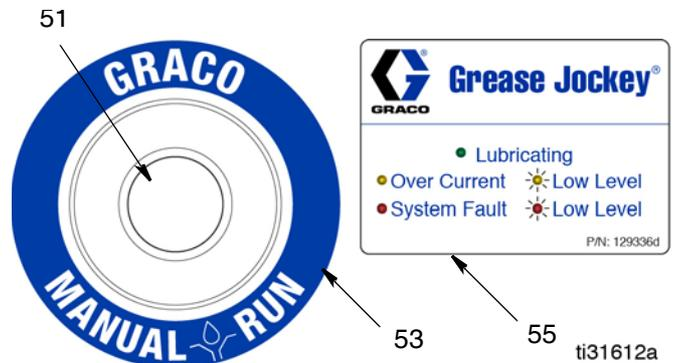

FIG. 16
4. Nettoyer la surface autour du bord externe du bouton poussoir (1). Placer l'étiquette (53) autour de la touche et coller l'étiquette (FIG. 16).